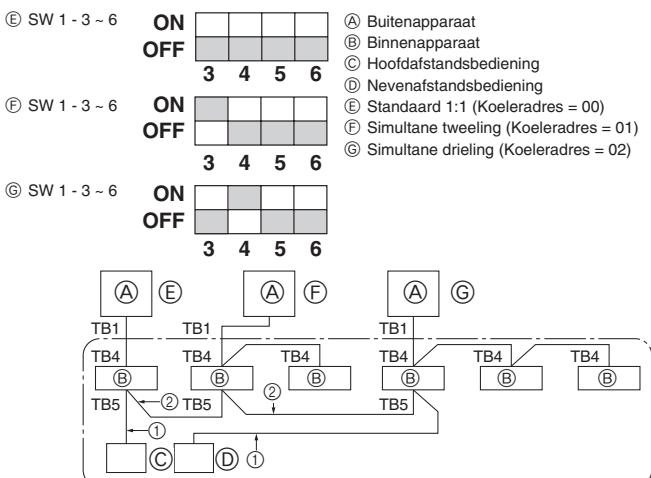

Fig. 9-1
① Elektrische voeding (stroomonderbreker).
② Zet na het sluiten van de gasafsluitkraan de SWP-schakelaar op het bedieningspaneel van het buitenapparaat op ON. De compressor (buitenapparaat) en ventilators (binnen- en buitenapparaat) slaan aan en het terugwinnen van de koelstof begint. LED1 en LED2 op het bedieningspaneel van het buitenapparaat branden.
③ Zorg ervoor dat de gasafsluitkraan snel wordt gesloten, aangezien het apparaat binnen twee tot drie minuten na het terugwinnen van de koelstof (LED1 en LED2 branden) automatisch stopt. Open als LED1 en LED2 branden en het buitenapparaat stopt de vloeistofafsluitkraan volledig, wacht drie minuten en herhaal vervolgens stap ②.
④ Schakel de elektrische voeding uit (stroomonderbreker).
9. Het systeem controleren (Fig. 9-1)